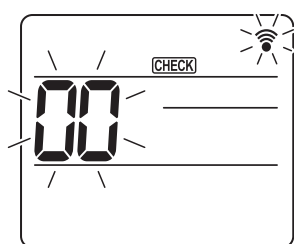
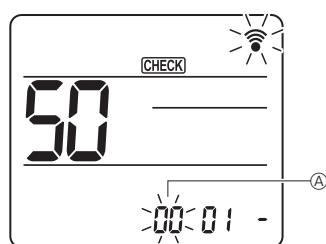
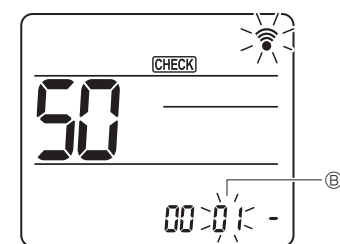
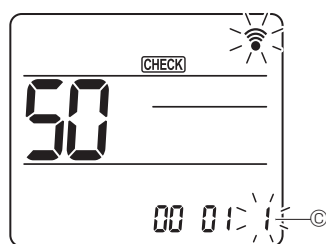

Fig. 7-16
Fig. 7-17
Fig. 7-18
Fig. 7-19
#### 7.4.2. Med trådlös fjärrkontroll (Fig. 7-16, Fig. 7-17, Fig. 7-18, Fig. 7-19)
- [CHECK] lyser och "00" blinkar. (Fig. 7-16)
- Tryck på knappen [VÄLJ] för att ställa in enhetsnummer ①. (Fig. 7-17)
- Tryck på knappen [VÄLJ] för att ställa in lägesnummer ②. (Fig. 7-18)
- Använd knappen [VÄLJ] för att ändra inställningsnummer ③. (Fig. 7-19)
- Upprepa val ③ och ④ för att ändra inställningen av multipla funktioner kontinuerligt.